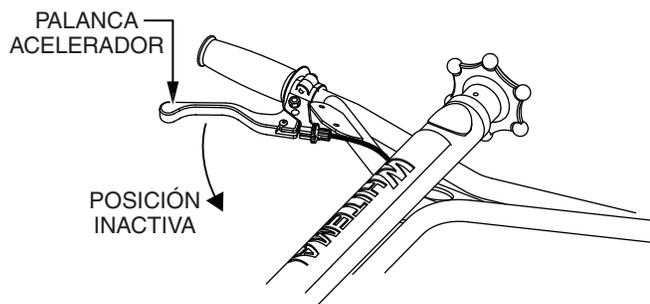

Figura 29. Palanca del acelerador (Inactivo)
1. Ponga de nuevo la palanca del acelerador en la posición **INACTIVO** (Figura 29) y deje que el motor funcione durante tres minutos a baja velocidad.